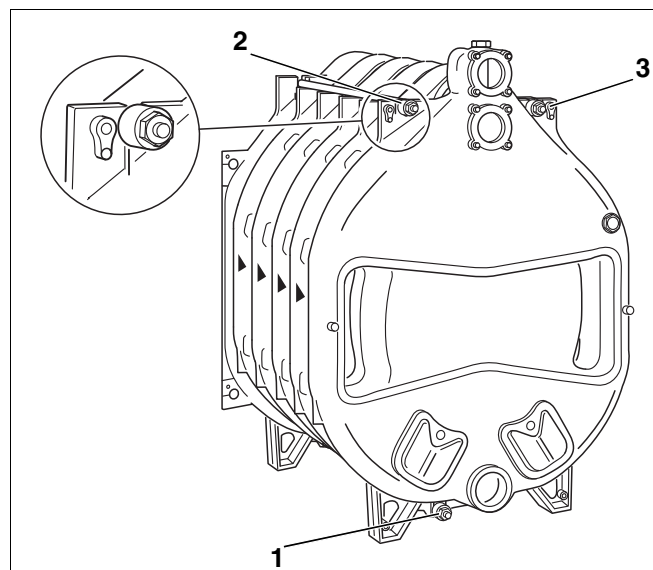

Fig. 17 Montage - tiges d'ancrage
- ▶ Placer les trois tiges d'ancrage avec les packs ressorts en place aux positions prévues dans les ergots en fonte (fig. 17, [1], [2] et [3]).